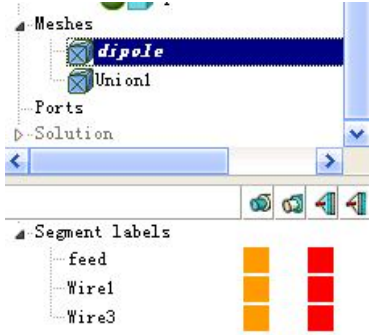

图 7-5 折线剖分
(2) 剖分。折线 dipole 的剖分情况如图 7-5 所示，球的剖分如图 7-6 所示。把球 1 的特性设为 muscle，把球 2 的特性设为 air，如图 7-7 和图 7-8 所示。